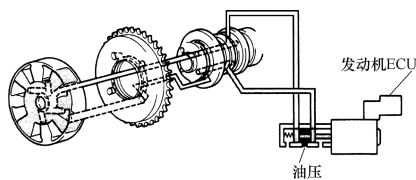

图 1-105 相位保持
(3) **保持** 发动机 ECU 根据具体的运作参数进行处理, 并计算出目标气门正时角度, 当达到目标气门正时以后, 凸轮轴正时机油控制阀通过关闭油道来保持油压。图 1-105 所示的状态, 是保持现在的气门正时的状态。